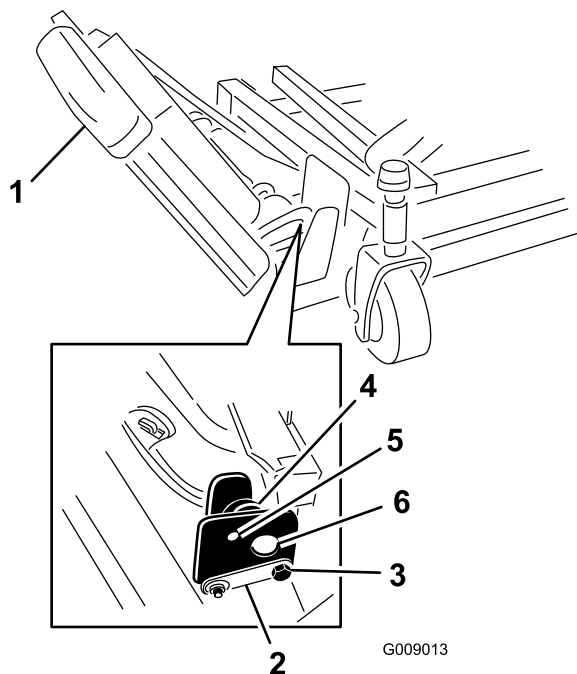

Figure 3
1. Retirez les écrous qui fixent les boulons d'arrêt avant et arrière aux supports de l'ailette droite (Figure 3).
2. Soutenez l'ailette droite et retirez les boulons d'arrêt avant et arrière des supports du tablier(Figure 3).